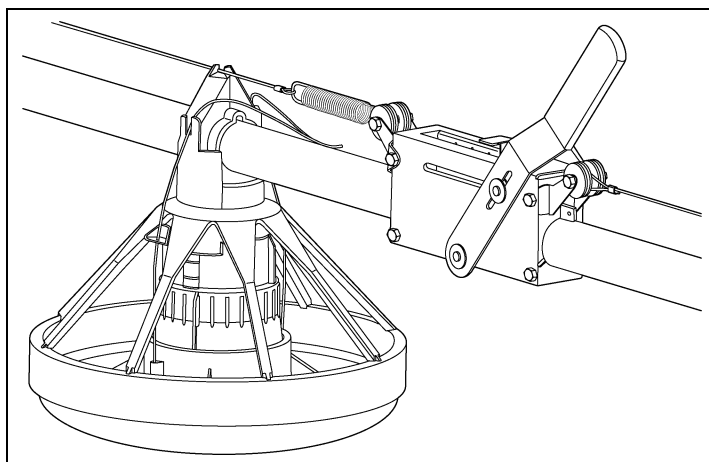

Рисунок 4AQ
4. С каждого конца ворот предусматривает изоляторы для установки провода электрошокера. После выполнения П. 1 и Шаг 2 на стр. 33 подсоедините натяжную пружину провода к изолятору ворота, как показано на Рисунок 4AQ. Потяните провод электрошокера с усилием, достаточным для растяжения пружины на 3/4" - 1" (19,1 мм - 25,4 мм). Закрепите провод электрошокера прилагающейся кабельной муфтой, как показано. Дважды оберните провод электрошокера вокруг другого изолятора и закрепите прилагающейся кабельной муфтой.